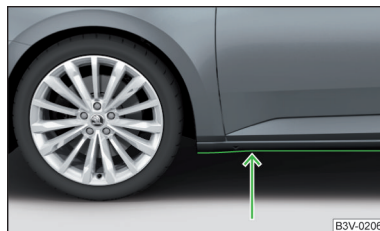

Fig. 267
- Determine la profundidad del agua antes de un vadeo. El nivel del agua debe llegar como máximo al borde inferior del larguero inferior » **fig. 267.**